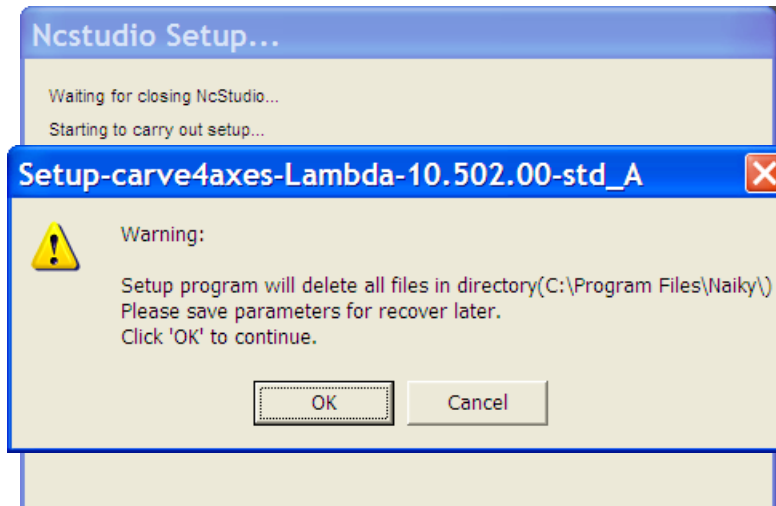

Рис. 1-2 Предупреждение об удалении предыдущих файлов
3) Выберите [АНГЛИЙСКИЙ], чтобы начать установку. Чтобы избежать помех от старой версии программного обеспечения для при установке новой версии система сообщает, что установка удалит все файлы старой версии программного обеспечения, см. рис. 1-2.